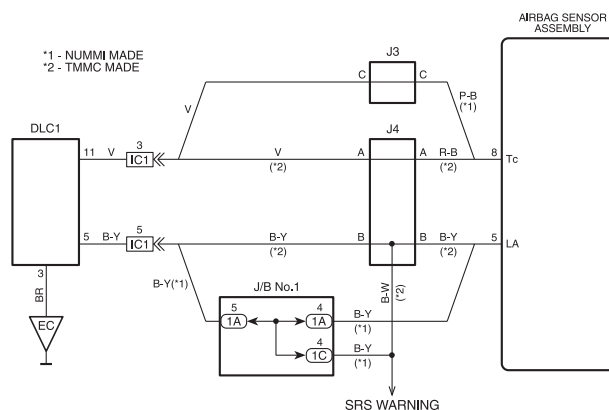

Рис. 10. Фрагмент схемы подключения DLC
Система OBD Toyota имеет стандартный DLC разъем для проведения диагностических процедур (разводку и внешний вид разъема, смотрите в предыдущей статье о системе круиза контроля Toyota). Блок ABSA по выходам 5 (LA) и 8 (TC) связан с DLS разъемом, для обеспечения диагностики оборудования SRS. Таблица 4 описывает порядок проверки диагностической линии TC. Схема для проверки алгоритма работы индикации SRS WL см. на рис. 10